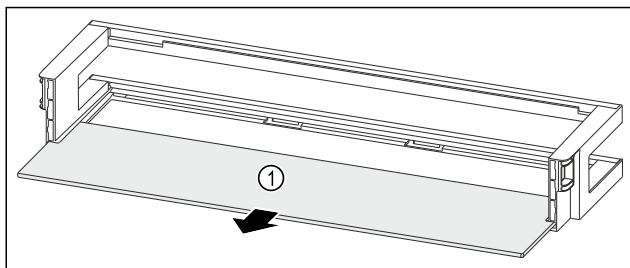

Fig. 263 Dveřní přihrádka s odkládací plochou
- Odkládací plochu Fig. 263 (1) odeberte.